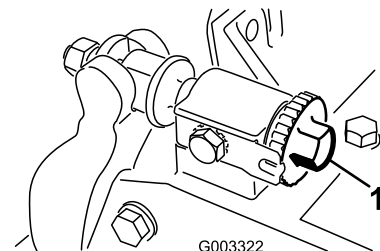

Bild 10
2. Drehen Sie die Einstellschrauben des Unteresserträgers nach links, um sicherzustellen, dass der Unteresserträger nicht die Spindel berührt (Bild 10).